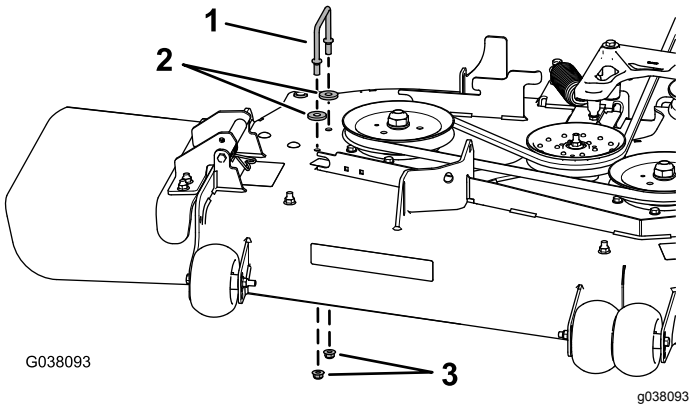

図 22
3. 刈り込みデッキから、右ベルトカバーブラケット、ワッシャ60" のデッキのみ2枚、フランジナット 2 個を取り外す (図 22)。